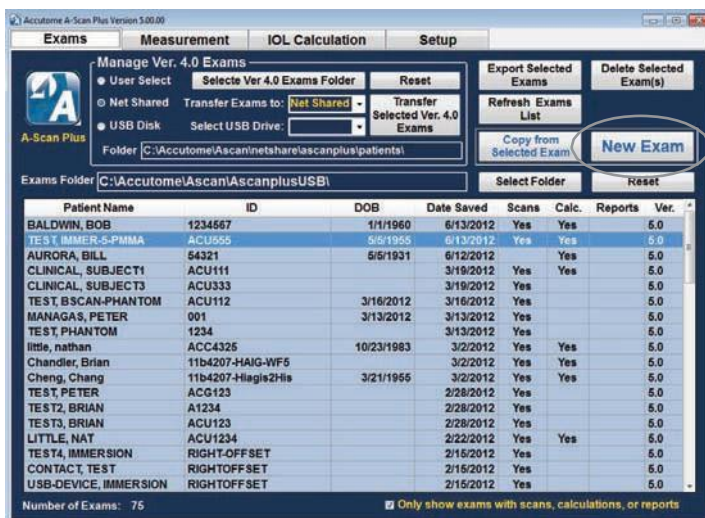

Figura 3-11: Ventana principal al comenzar un nuevo examen
1. En la ventana de exámenes de Accutome, haga clic en “New Exam”. Consulte la figura 3-11 que aparece a continuación.